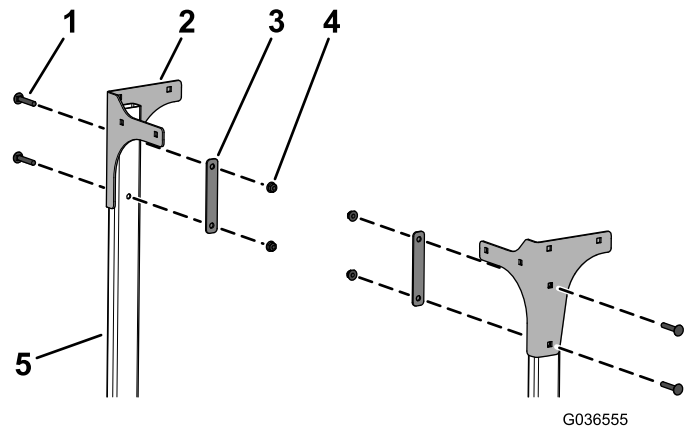

Bild 8
7. Befestigen Sie die hinteren Platten an der linken und rechten Seite lose mit vier Schlossschrauben (5/16" x 1-3/4"), zwei Stützplatten und vier Bundmutter (5/16") an den Rohren, wie in Bild 8 abgebildet.